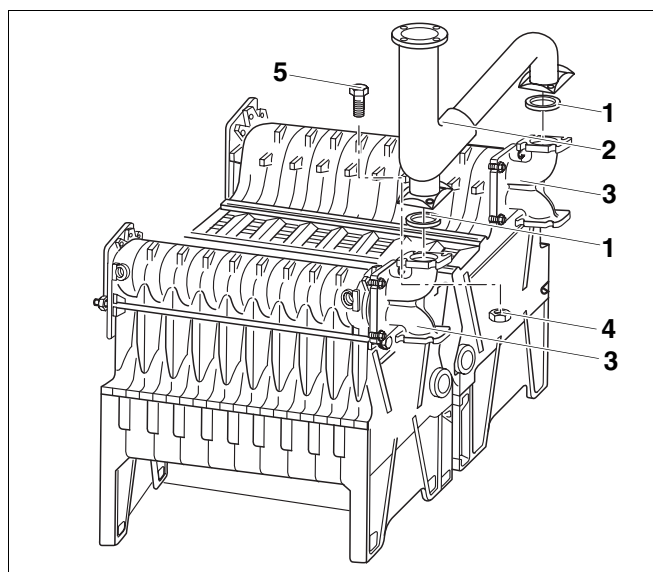

Рис. 29 Установка трубы подающей линии
- Уложить уплотнения (рис. 29, **поз. 1**) на верхнюю сторону обоих соединительных элементов (рис. 29, **поз. 3**).
- Установить трубу подающей линии (рис. 29, **поз. 2**) на соединительные элементы (рис. 29, **поз. 3**).
- Вставить болты M12 x 40 (рис. 29, **поз. 5**) сверху через фланцы трубы подающей линии (рис. 29, **поз. 2**) и соединительных элементов (рис. 29, **поз. 3**).
- Навернуть гайки с напрессованными шайбами (рис. 29, **поз. 4**) на болты (рис. 29, **поз. 5**) и затянуть крест на крест.